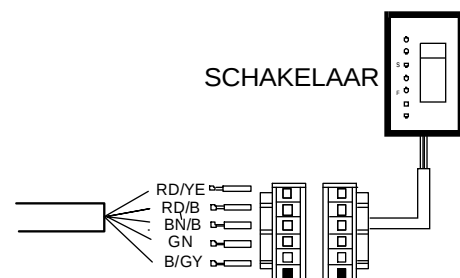

fig. 10
2. **Schakelaar.** De brandstofkeuzeschakelaar met inhoudsindicator wordt gemonteerd in het opbergbakje boven de verwarmingsbediening. Demonteer het bakje; monteer het schakelaarpaneel tegen de bovenzijde van het bakje. Zie fig. 9. Plaats de bedrading in de juiste posities- de overeenkomstige draadkleuren- in de contraconnector van de schakelaar. Zie fig. 10. Plaats de connector op de schakelaar.